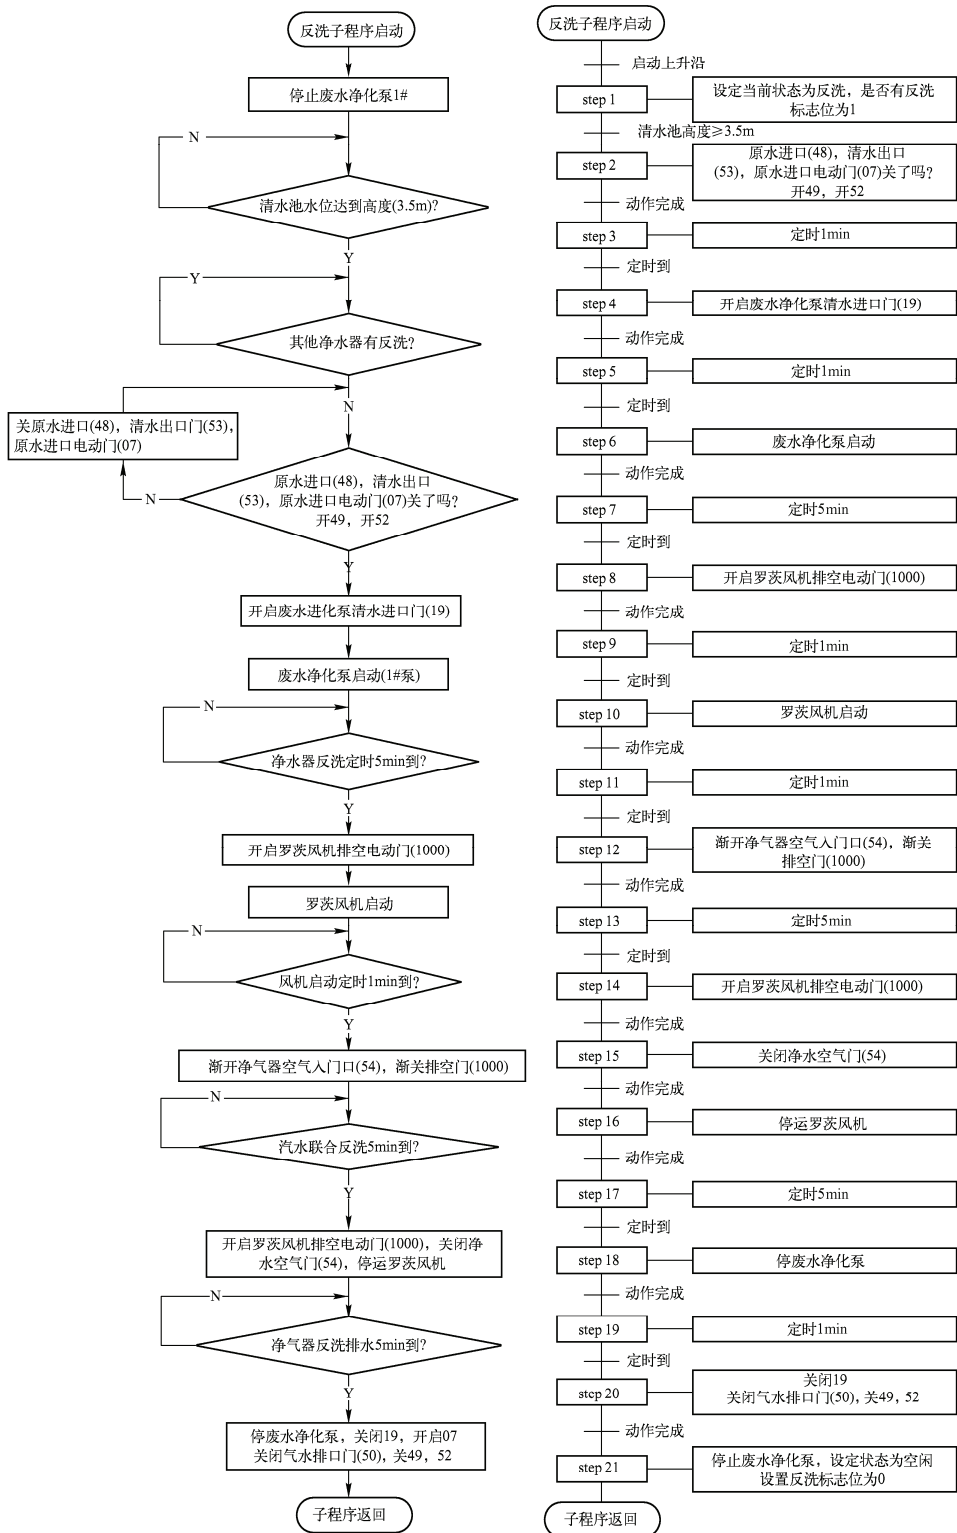

图 17-14 反洗程序流程图
8) 反洗子程序。进入反洗子程序后直到运行结束之前是不允许其他净化器运行反洗程序的，如果其他的净化器也达到了反洗条件，程序中它们进入反洗排队等待，也就是说，在同一时刻只有一台净化器在反洗，这样既保证了正洗净化器的个数，又保证了清水池反洗用水不至于被消耗光。反洗完成后的净化器不会启动，而是作为队列在正洗等待中排列，直到优先级轮到它。整个反洗程序流程如图 17-14 所示。